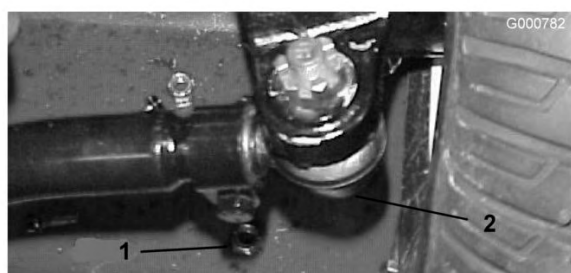

Figure 71
2. Pour le régler, retirez la goupille fendue et l'écrou de la rotule de biellette. Retirez la rotule de biellette du support du corps d'essieu (Figure 71).
3. Desserrez les fixations aux deux extrémités des biellettes (Figure 71).